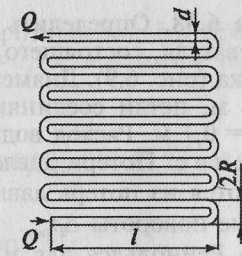

Рис. 6.9
**Задача 6.38.** Определить потери давления  $\Delta p$  в водяном тракте водонагревателя, состоящего из шестипетлевого стального трубчатого змеевика (рис. 6.9). Диаметр труб  $d = 0,075$  м, длина прямого участка  $l = 3$  м, петли соединяются круговыми коленами, имеющими радиус  $R = 0,1$  м. Расход воды  $Q = 0,01$  м3/с, температура 90 °С.